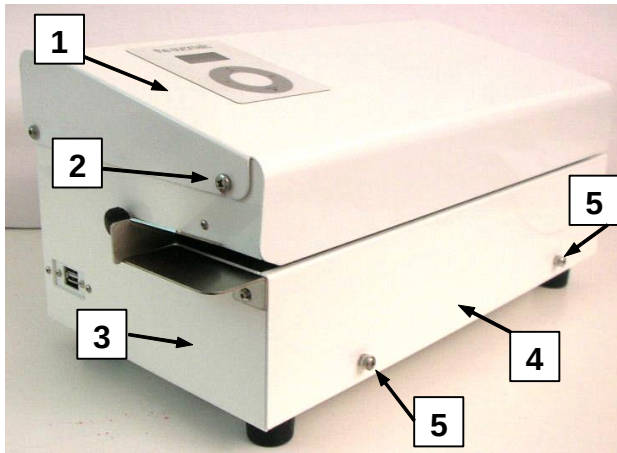

Abb. 4.5
- Die 2 Schrauben lockern (Nr.2 - Abb.4.5) und die Abdeckung der Maschine (Nr.1 - Abb.4.5) bis zum vollständigen Öffnen drehen. Die Schrauben (Nr.2 - Abb.4.5) bleiben am Maschinengestell angeschraubt (Nr.3 - Abb.4.5).
- Die Maschinenabdeckung (Nr.1-Abb.4.5) schließen und die zwei Feststellschrauben vollständig zudrehen (Nr.2-Abb.4.5).
- Die Maschinenabdeckung (Nr.1-Abb.4.5) wieder schließen und die zwei Feststellschrauben vollständig zudrehen (Nr.2-Abb.4.5).